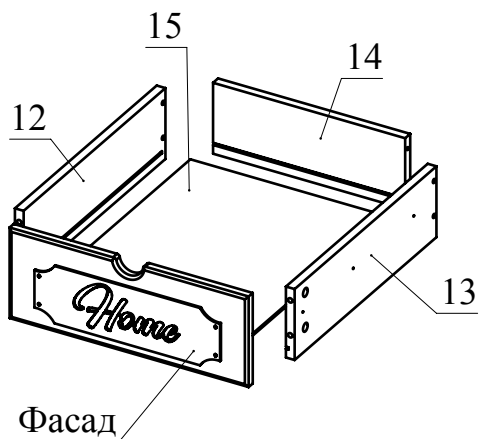

Рис.5
4. Соберите ящики. Для этого соедините деталь 14 с деталями 12 и 13 с помощью конфирматов. Затем вставьте деталь 15 (ДВП) в пазы деталей 12, 13, 14 (Рис. 5). Соедините фасад ящика с полученной конструкцией и затяните головки минификсов (Рис. 5).